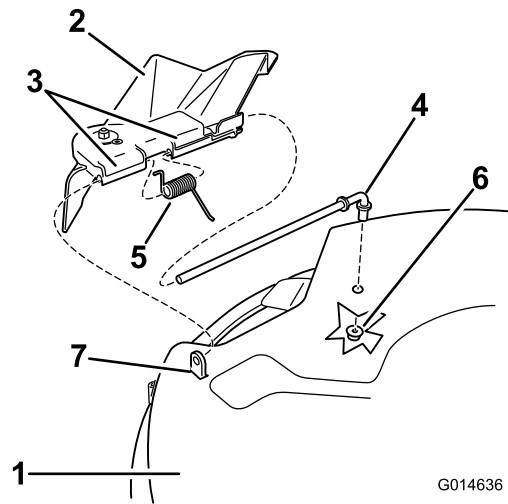

Figura 57
2. Retire la tuerca (3/8 pulg.) de la varilla (debajo del cortacésped) (Figura 57).
3. Retire la varilla del espaciador corto, del muelle y del deflector de hierba (Figura 57). Retire el deflector de hierba dañado o desgastado.
4. Vuelva a colocar el deflector de hierba (Figura 57).
6. Coloque el muelle sobre la varilla, con los extremos de los alambres hacia abajo, y entre los soportes del deflector de hierba. Deslice la varilla por el segundo soporte del deflector de hierba (Figura 57).
extremo trasero de la varilla en el cortacésped con una tuerca (3/8 pulg.) (Figura 57).